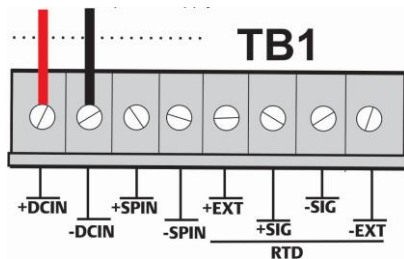

Figure 8. Câblage vers l'alimentation c.c. (avec E/S facultative)
- Insérez chaque extrémité de fil dénudé dans le connecteur correspondant et fixez le câble (reportez-vous aux *Figure 8* et *9*).